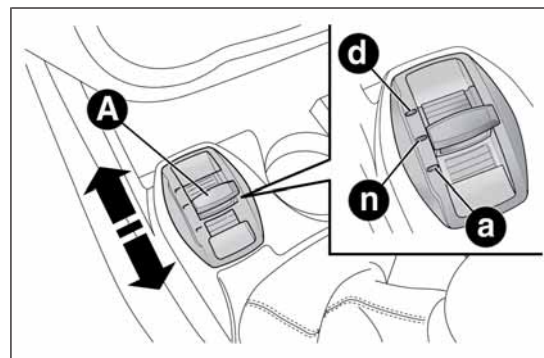

РИС. 74
С помощью рычага А РИС. 74 (на центральной консоли) система позволяет выбирать один из трех режимов реагирования автомобиля в зависимости от потребностей управления и дорожных условий:
Переместите рычажок А РИС. 74 вверх (напротив буквы "d") и задержите его в этом положении на 0,5 секунд, пока не загорится соответствующая контрольная лампа или пока на дисплее не появится сообщение "Динамический" (см. рис. РИС. 77).
Переместите рычажок А РИС. 74 вниз (напротив буквы "а") и задержите его в этом положении на 0,5 секунды, пока не загорится соответствующая контрольная лампа или пока на дисплее не будет отображено сообщение "Всепогодный" (см. рис. РИС. 79).
Чтобы выключить режим "Всепогодный" и вернуться в режим "Нормальный", выполните процедуру, описанную для Динамического режима с той разницей, что рычажок А РИС. 74 необходимо переместить в направлении буквы "а".
- В случае неисправности системы или рычажка А РИС. 74 изменить режим управления невозможно. На дисплее появляется предупредительное сообщение.